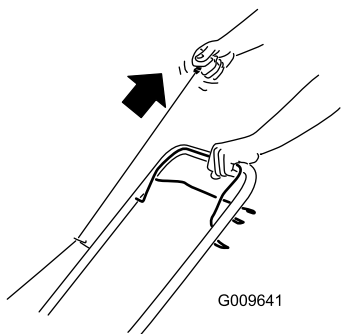

Figura 11
2. Tire del arrancador de retroceso (Figura 11).
Nota: Cuando tire del arrancador de retroceso, debe tirar suavemente hasta que note resistencia; luego tire con fuerza (Figura 11). Deje que la cuerda vuelva lentamente al manillar.